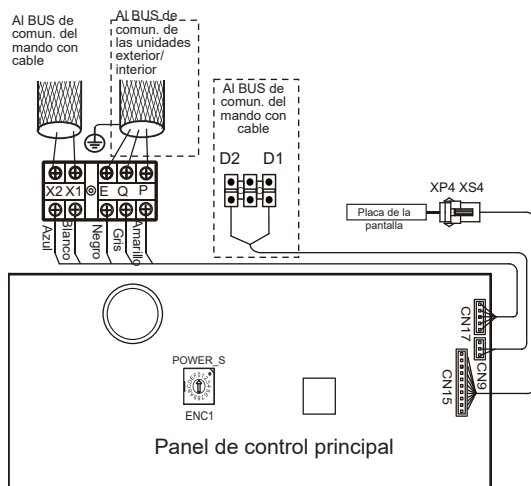

Figura 6.10
- Los puertos X1/X2, D1/D2 de los laterales de la placa de control principal y del puerto de comunicación unidireccional (lado de la placa de la pantalla) son para diferentes tipos de mandos con cable (consulte la Figura 6.10).